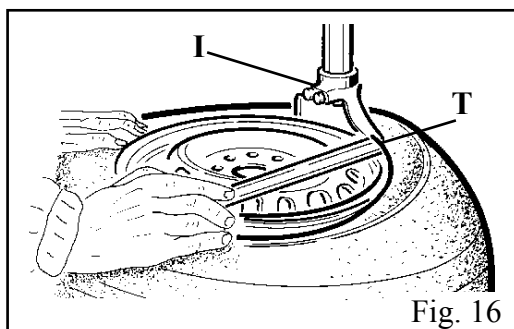

Fig. 16
- Avec le levier (I) enfilé entre le talon et la partie avant de la tête (O), porter le talon du pneu au-dessus de la tête même (fig. 16).